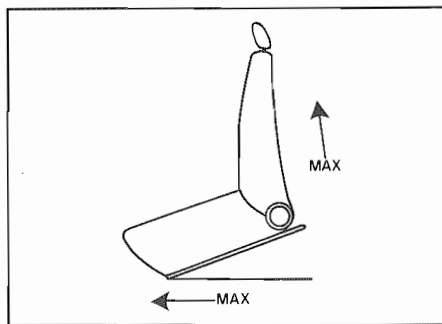

Fig. 2 - Posizione max
- Con gli appositi comandi portare il sedile nella posizione più avanzata ed elevata possibile (**Fig. 2**).
- Move the seat forward and position it to its highest position (**Fig. 2**).